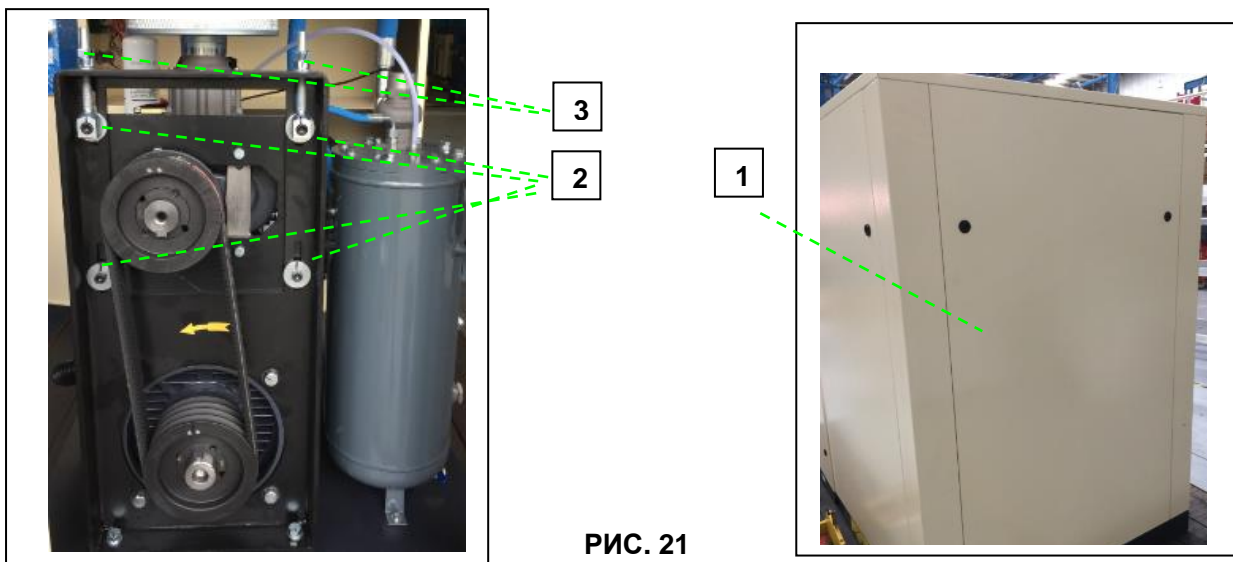

РИС. 21
- Снимите панель, закрывающую отсек, где расположен ремень, пункт 1 на рис. 21.
- Ослабьте 4 болта на пол-оборота, пункт 2 на рис. 21
- Ослабьте 2 стопорных гайки, пункт 3 на рис. 21
- Закрутите стопорные гайки, пункт 3 на рис. 21
- Зафиксируйте болты, пункт 2 на рис. 21
- Установите панель, закрывающую отсек, где расположен ремень, на место, пункт 1 на рис. 21.